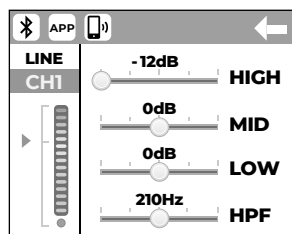

fig. 3
3. Répéter l'opération pour fixer l'élément B dans la partie supérieure du système (Fig. 3).
## 5.2 | PAGE MENU CANAL (Fig.3)